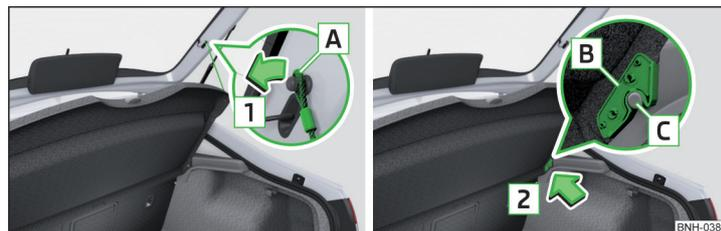

Fig. 105 Retirar la cubierta del maletero
Si las cintas de sujeción **A** » fig. 105 están enganchadas en la tapa del maletero, entonces al abrir la tapa también se levantará la cubierta del maletero (a continuación, sólo cubierta).
- » Sacar en ambos lados de la tapa del depósito las cintas de sujeción **A** en el sentido de la flecha **1** » fig. 105.
- ▶ Coloque los alojamientos **B** en la cubierta sobre las fijaciones **C** del revestimiento lateral » fig. 105.